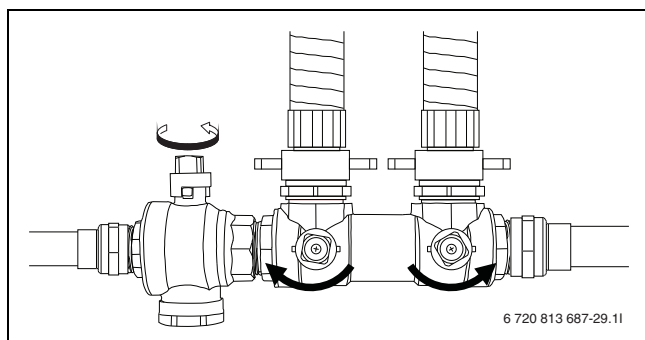

Fig. 14 Påfyllingsinnretning i påfyllingsposisjon
- Still ventilene til påfyllingsinnretningen på påfyllingsposisjon (→ fig. 14).